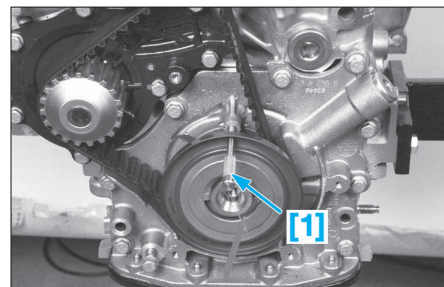

FIG. 6
- Piger la poulie de distribution du vilebrequin à l'aide de l'outil [1] (Fig.6).